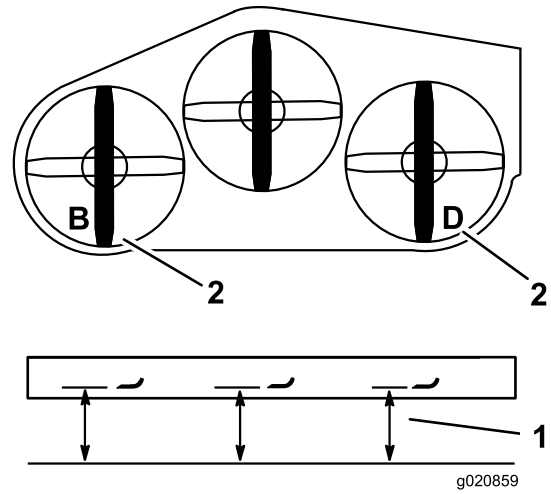

Figura 81
- Mida la cuchilla izquierda en la posición **B** desde una superficie nivelada hasta el filo de corte de la punta de la cuchilla, y anote esta medida (Figura 81).
- Mida la cuchilla derecha en la posición **D** desde una superficie nivelada hasta el filo de corte de la punta de la cuchilla, y anote esta medida (Figura 81).
Nota: La medida de la posición **B** no debe variar en más de 3 mm ($\frac{1}{8}$ " de la medida de la posición **D** (Figura 81). Si la distancia no es correcta, continúe con los pasos siguientes.